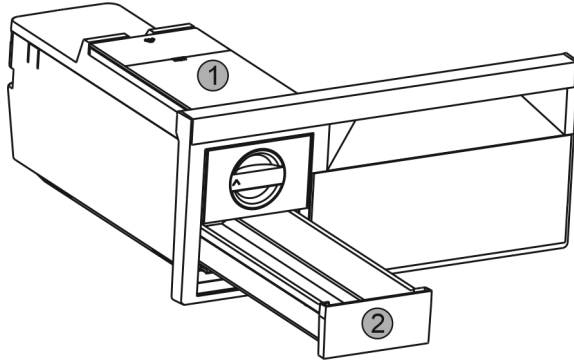

Fig. 39
- ▶ Watertank Fig. 39 (1) en ijsblokjeslade Fig. 39 (2) verwijderen.